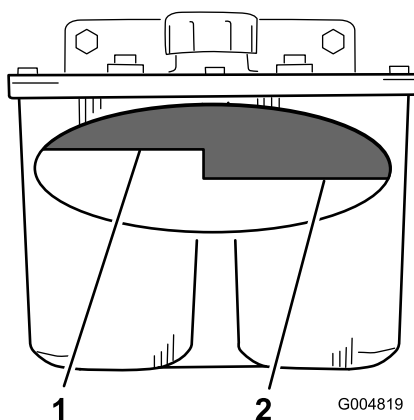

Figure 86
3. Nettoyez la surface autour du goulot de remplissage du réservoir hydraulique (Figure 86).
4. Enlevez le bouchon du goulot de remplissage et vérifiez qu'il ne reste plus de liquide dans le réservoir en regardant à l'intérieur (Figure 86).
Remarque: Lorsque l'huile est chaude, le niveau de liquide doit atteindre le haut du repère « à chaud » sur le déflecteur (Figure 86).